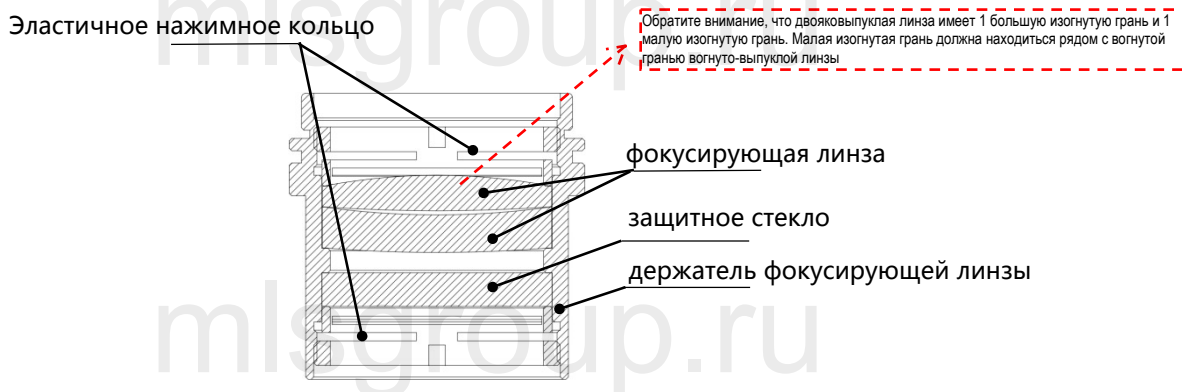

Рисунок 6.9 – Блок-схема установки фокусирующей линзы
- Осторожно вставьте фокусирующую линзу и прижимное кольцо обратно в держатель и затяните прижимное кольцо, как показано на рис. 6.9;